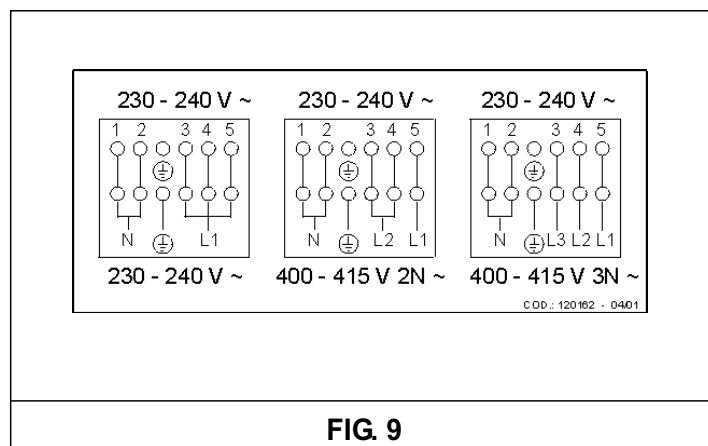

FIG. 9
b) Déplacez les cavaliers de raccordement sur la boîte à bornes en suivant le schéma de la fig. 9 apposé sur le caisson de la table de cuisson.